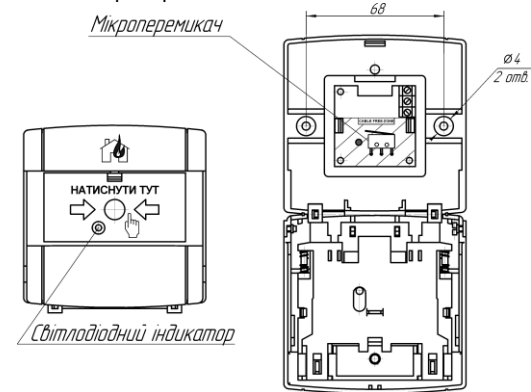

Рисунок 1 - Зовнішній вигляд (а) та внутрішня компоновка (б) пристроїв
3.1 Для монтажу необхідно відкрити пристрій натисканням ключа на защіпку у верхній частині його корпусу, протягнути проводи всередину і закріпити пристрій на стіні приміщення за допомогою дюбелів та гвинтів (див. рисунок 1). Підключення пристрою виконується згідно схеми, наведеної на рисунку 2. Рекомендований переріз проводів від 0,28 до 1,0 мм².